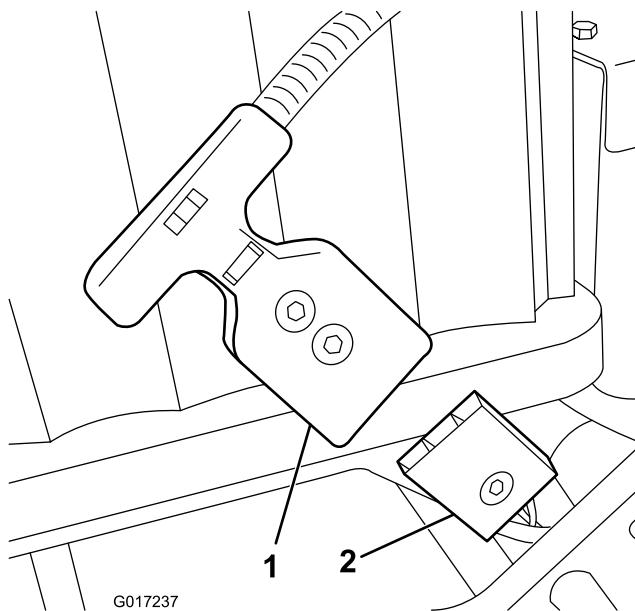

Bild 13
Hinweis: Wenn Sie beim Einbau der Batteriepackung den Batteriepackungsanschluss nicht mit dem Kabelbaumstecker der Maschine verbinden können, können Sie den Kabelbaum an der Batteriepackung anschließen und dann die Batteriepackung einbauen. Ziehen Sie den Netzstecker (Bild 13) vom Batterieunterteil ab. Befestigen Sie den Anschluss an der Batterie, wie beschrieben. Befestigen Sie die
15. Schließen Sie den T-Griffanschluss vom Hauptkabelbaum am Netzstecker am Batterieunterteil an (Bild 13).